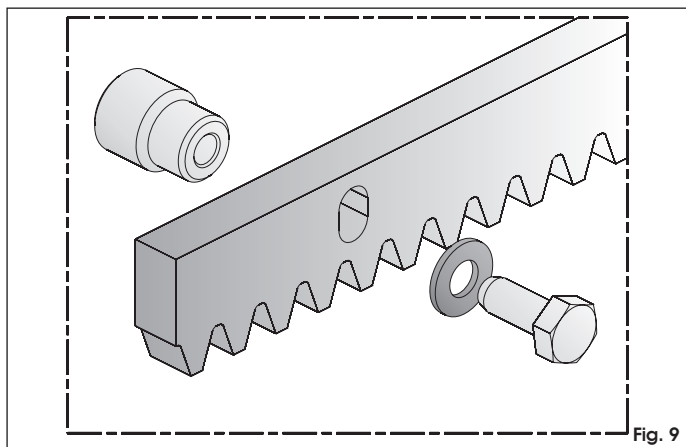

Fig. 9
1. Maak de tandheugel gereed (leverbaar op verzoek), met de bijgeleverde schroeven TE 8 x 25 en vast te lassen afstandstukken, zoals in fig.9. Om te voorkomen dat de afstandstukken op de poort worden gelast zijn er holle afstandstukken verkrijgbaar met bevestigingsschroeven TE 8 x 50.  Het is raadzaam de bevestigingsschroeven van de tandheugel vast te zetten in de bovenkant van het gat. Vanuit positie kan de tandheugel naar boven worden verplaatst wanneer in de loop der tijd de poort neigt te zakken.